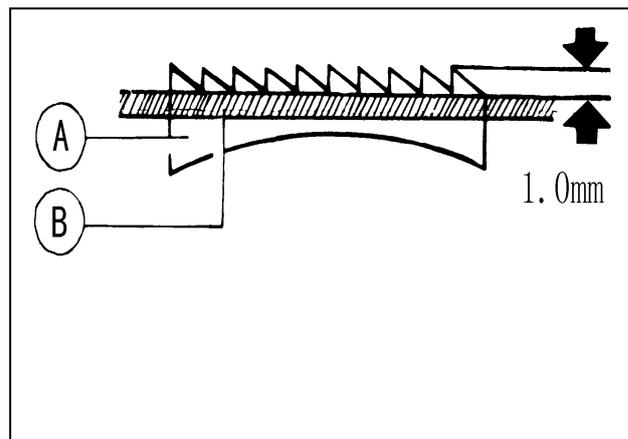

图 23
- 3) 把牙架 B 按图 22a 所示的箭头方向移动，定出送布牙高度(送布牙高度：送布牙尖端至针板面 B 的间距为 1mm 见图 23)